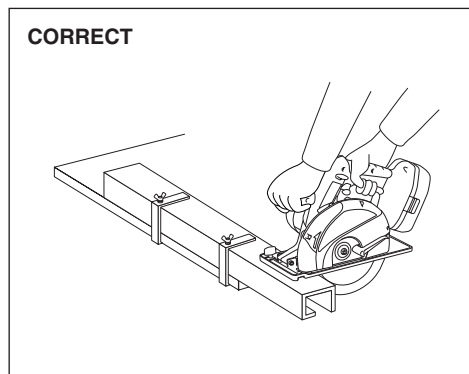
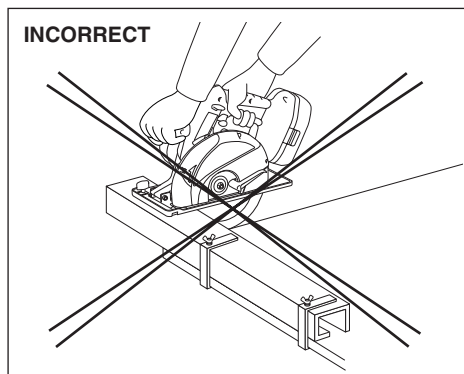

Fig. 10
Fig. 11
1. Placez la partie la plus large du sabot sur la partie de la pièce ouvragée qui est solidement soutenue (voir la fig. 10), et jamais sur la section qui s'affaissera à la fin du sciage (voir la fig. 11).